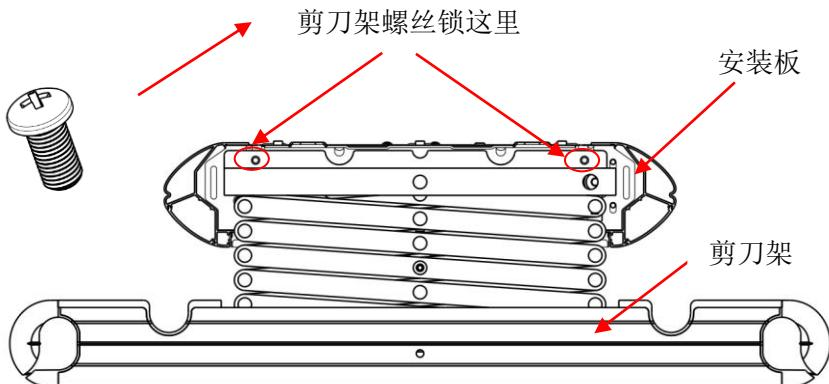
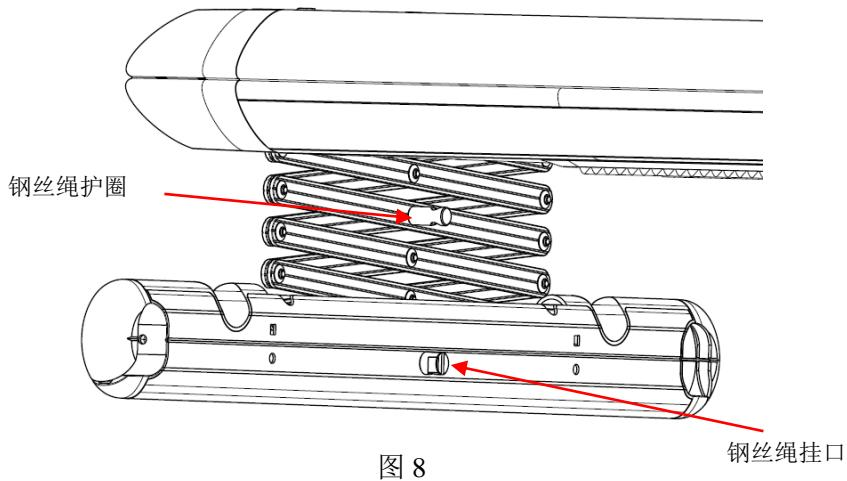

图 7
图 8
7、安装剪刀架：先将剪刀架一端滚轮滑进安装板滑槽内，移动剪刀架，使剪刀架滑轨定位孔与安装板螺丝孔对齐，用剪刀架螺丝锁锁紧剪刀架滑轨（如图 7 所示），将钢丝绳卡头穿过钢丝绳护圈套进钢丝绳挂口内（如图 8 所示），套上钢丝绳挂口盖，剪掉剪刀组扎带。以同样的步骤安装好另一侧剪刀架。